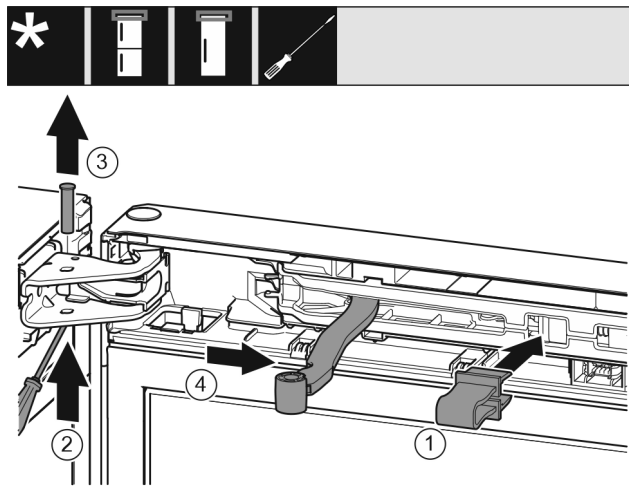

Fig. 13
► Pojistku Fig. 13 (1) nechte zapadnout do otvoru.
► Vyšroubujte čep Fig. 13 (2).
► Čep Fig. 13 (3) vyjměte nahoru.
► Otočte kloub Fig. 13 (4) směrem ke dveřím.